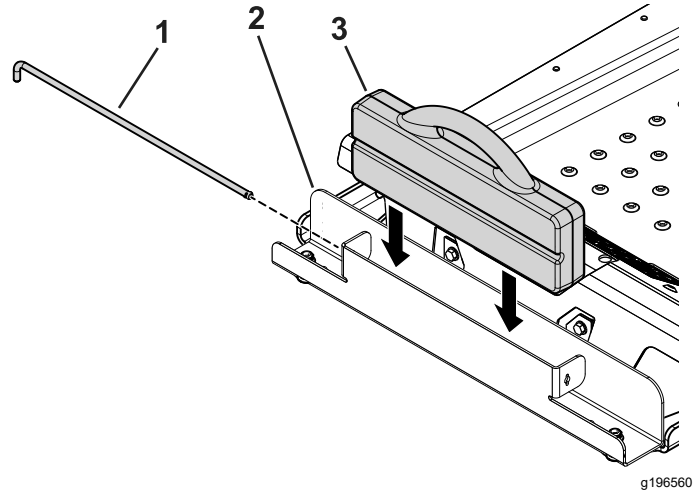

Figura 5
4. Inserite la zavorra a valigia nel vassoio della zavorra con il lato scanalato rivolto verso la parte anteriore della macchina (Figura 5).
5. Inserite l'asta di ancoraggio nel vassoio e ruotatela in posizione di blocco (Figura 5).